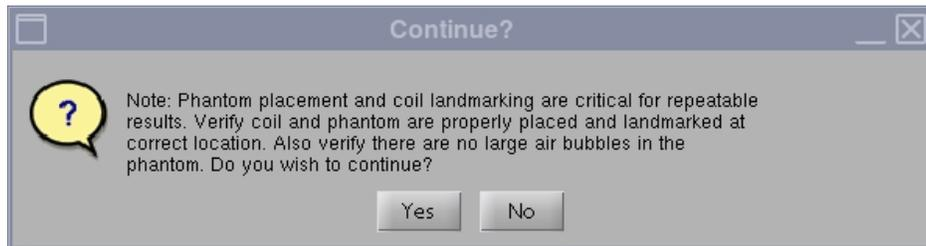

Figura 4
- Tras el inicio, aparecerá una nota indicando “Phantom placement and coil landmarking are critical for repeatable results” (La colocación del fantoma y el registro de la posición de la bobina son esenciales para obtener resultados repetibles). Si el registro de la posición de la bobina se ha realizado correctamente y no hay burbujas de aire en el fantoma, haga clic en **[Yes]** (Sí) para continuar (Figura 4).